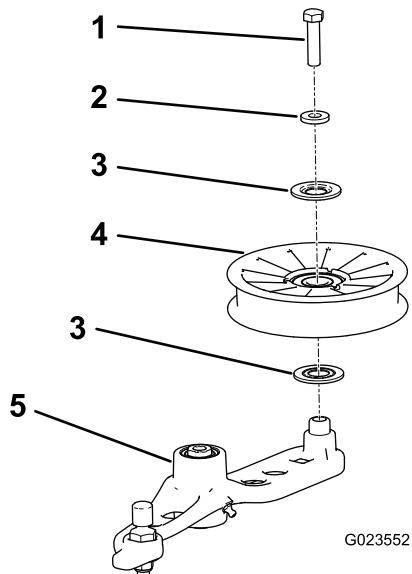

Figure 59
6. Retirez le boulon qui fixe l'ancienne poulie de tension au bras tendeur, et posez une poulie neuve (Figure 59).